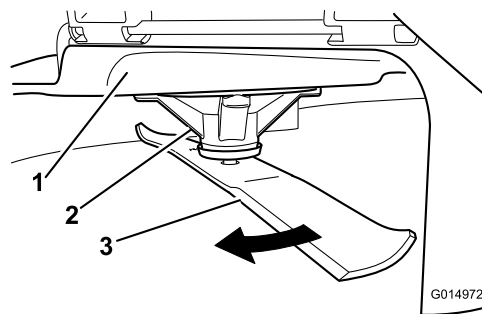

Figura 64
2. Purtați mâinii cu protecție corespunzătoare sau alte protecții adecvate pentru mâini i rotiți încet lama într-o poziție care vă permite să măsurați distanța dintre marginea de tăiere i suprafața uniformă pe care se află maina (Figura 64).